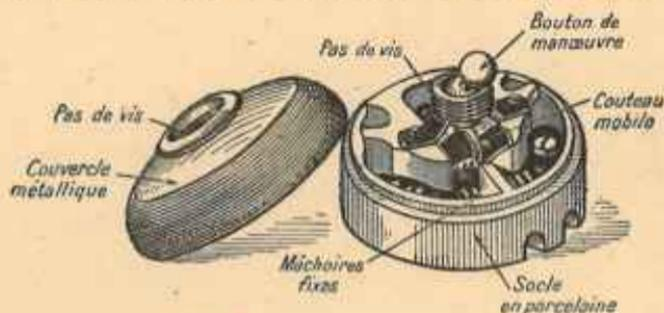
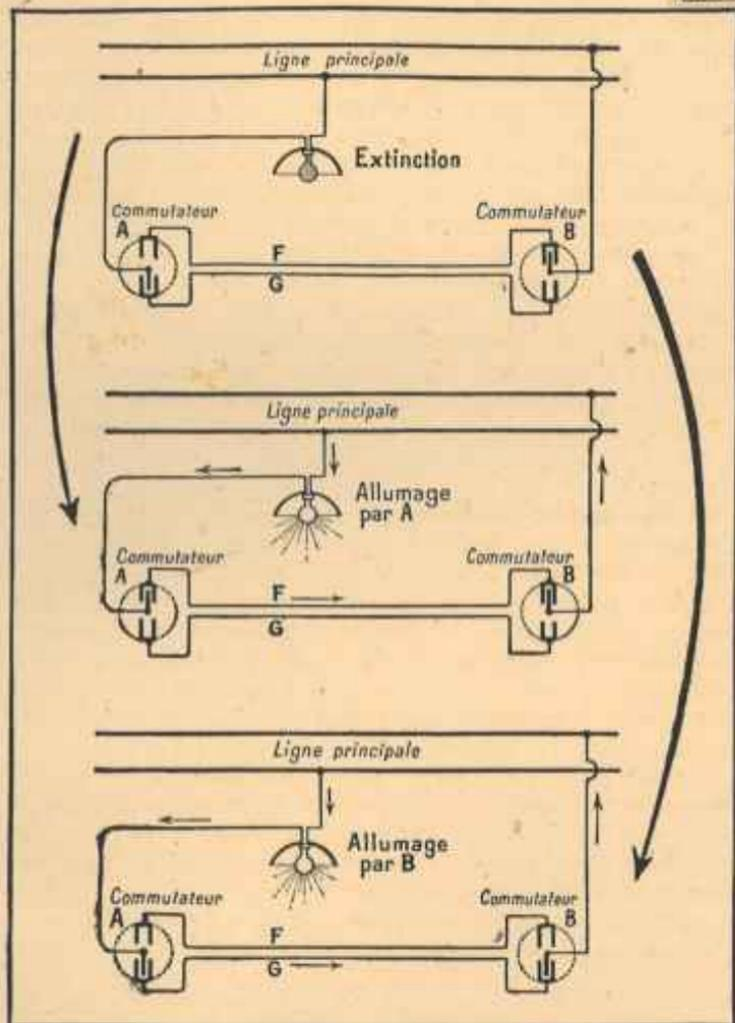

FIG. 60. — Interrupteur à bascule.
FIG. 70, 71 et 72. — Montage d'un va-et-vient.
c) Le modèle actuel, réellement pratique, est l'interrupteur à *bascule* (1) : il est souvent fermé par un couvercle en laiton poli (tapissé intérieurement d'un papier épais, qui sert d'isolant). Le contact est produit par deux lamelles mobiles (*fig. 60*), qui pénètrent entre deux mâchoires ; la manœuvre est assurée par un bouton qui se rabat et se relève. On pousse le bouton avec le bord de l'index ou avec le bord de la main : son fonctionnement est, en tout cas, bien plus simple que ceux des précédents appareils ;
(1) Appelé encore « tumbler », d'un mot anglais qui veut dire *sauter*.
l'interrupteur déjà représenté (*fig. 60*), où un bouton se rabat (puis se relève), mais dans lesquels la partie mobile porte quatre couteaux (au lieu de deux) et le socle comprend huit mâchoires (au lieu de quatre). Dans le montage le plus pratique (1) [*fig. 70*], les axes des couteaux mobiles sont en connexion avec les pôles du secteur : celui des couteaux A à travers la lampe, celui des couteaux B directement. Quant aux contacts fixes (à mâchoires), ils communiquent deux à deux par deux fils isolés F et G.